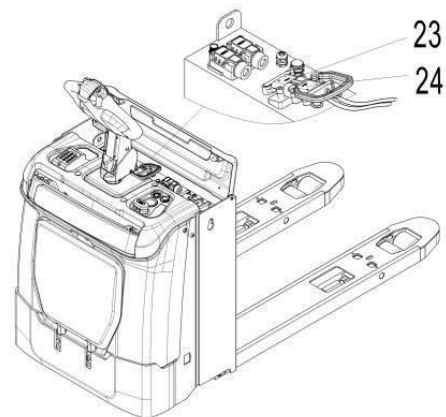

Рис. 12: Зарядка литий-ионного аккумулятора
- Отключите питание, соедините зарядный штекер аккумулятора (рис. 12, поз. 23) с разъемом зарядного устройства (рис. 16, поз. 24).